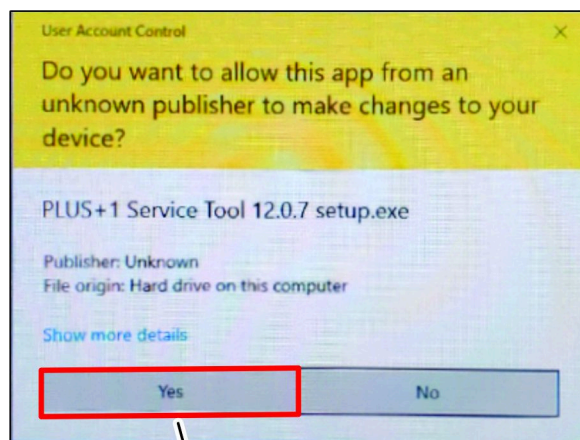

Figure 16
2. Si la boîte de dialogue Contrôle du compte utilisateur s'affiche, cliquez sur le bouton OUI (Figure 16).